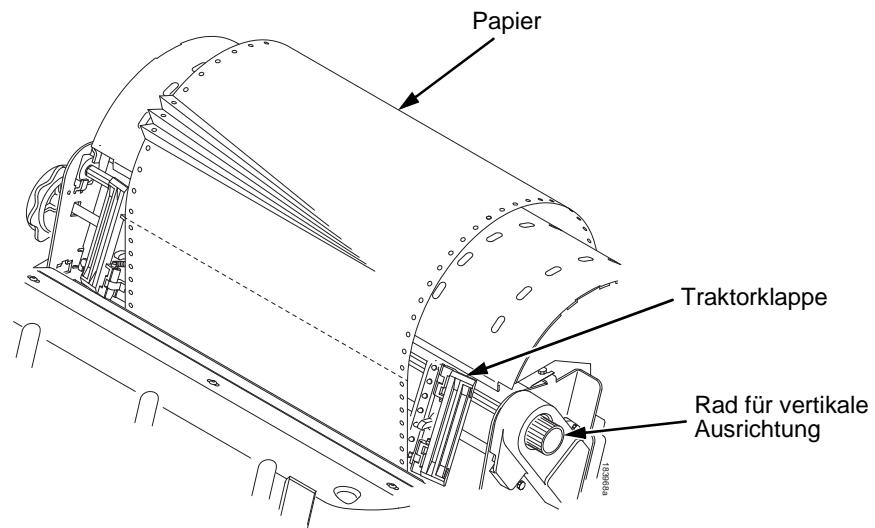

Abbildung 46. Beseitigen eines Papierstaus
4. Prüfen Sie den Papiertransportweg und die Traktoren auf verklemmtes oder abgerissenes Papier. Entfernen Sie alle Papierreste, indem Sie das Rad für die vertikale Ausrichtung drehen (siehe Abbildung 46).